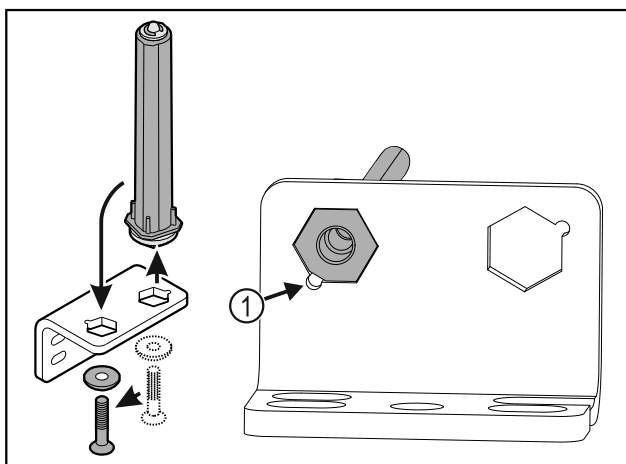

Fig. 29
- Darauf achten, dass beim Einsetzen die Bolzenabschrägung Fig. 29 (1) zum runden Loch zeigt.